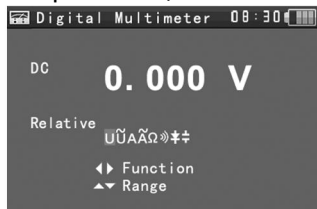

Рис.33
3. Для включения/выключения режима относительных измерений нажимайте кнопку  (Рис.33). После нажатия на кнопку  тестер сохранит в памяти значение измерения, далее делайте новое